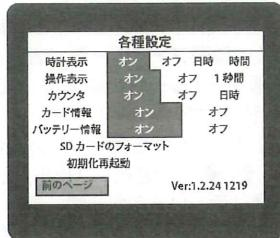

図37：各種設定画面2
- 各種設定画面の「次のページ」を選択すると、各種設定画面2(図37)が表示されます。